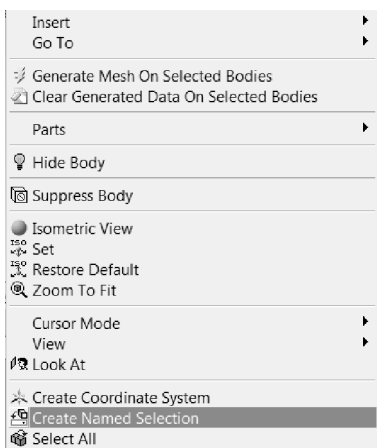

Рис. 3.21
2) Выполните клик правой кнопкой мыши по свободному полю, где нарисована область с построенной сеткой. Из строки Cursor Mode выберите фильтр Edge . Подведите курсор к левой границе, когда она окрасится в зеленый цвет, выполните левый клик мышкой, после этого выполните правый клик мышкой. В появившемся контекстном меню выберите Create Named Selection, рис. 3.21.